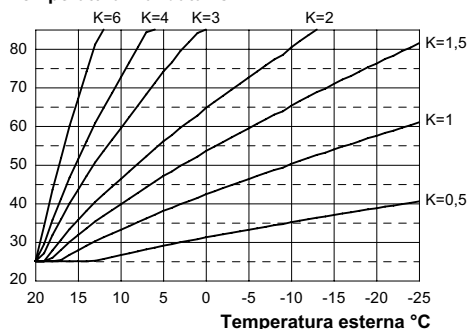
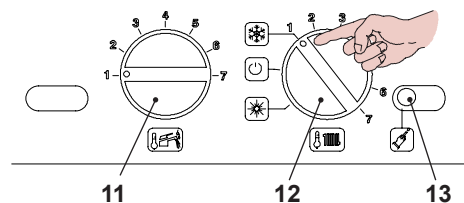

Fig. 5.34
Fig. 5.35
Quando si installa la sonda esterna bisogna impostare questo parametro in base al rendimento dell'impianto di riscaldamento per ottimizzare la temperatura di mandata (Fig. 5.34). Es. Per avere una temperatura di mandata all'impianto di riscaldamento di 60°C con una esterna di -5°C si deve settare un K di 1,5 (linea tratteggiata in Fig. 5.34).
- Posizionare le manopole 11 e 12 indicato in Fig. 5.35.
- Per settare il coefficiente K, determinato dalla Fig. 5.34 bisogna entrare in programmazione premendo per 15 secondi il pulsante di ripristino 13, in Fig. 5.35 fino alla comparsa del parametro P01 sul display LCD; sul display LCD compare la seguente visualizzazione (la sequenza P01 si alterna a -- -- --).
- Premere il pulsante di ripristino 13, in Fig. 5.35, per lo scorrimento dei vari parametri sino al raggiungimento del parametro P15 valido per il settaggio del coefficiente K; sul display LCD compare a seguente visualizzazione (la sequenza P15 si alterna a 00).
ad un massimo di **255** in base alla curva scelta del coefficiente K in Fig. 5.34.